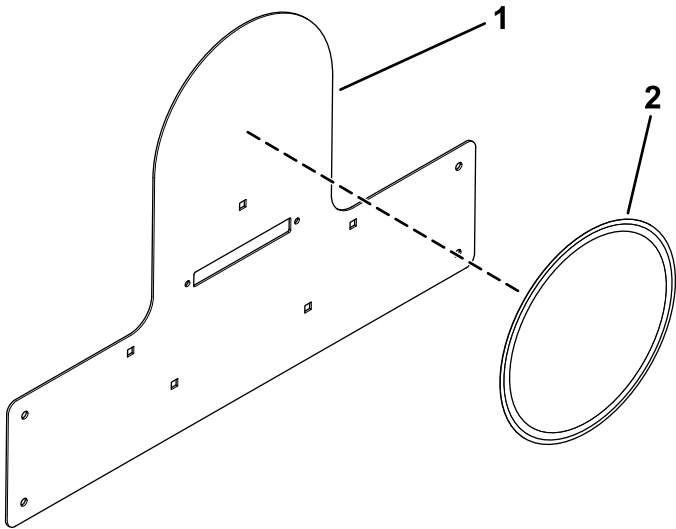

Figura 21
7. Coloque una calcomanía de limitación de velocidad en el soporte de la placa de velocidad (Figura 21).